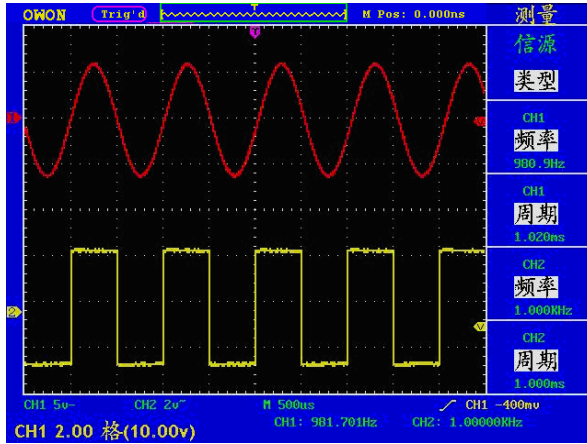

图 5-13：垂直位置信息
- 调整通道波形的垂直位置时，屏幕在左下角显示垂直位置信息。见图 5-13。